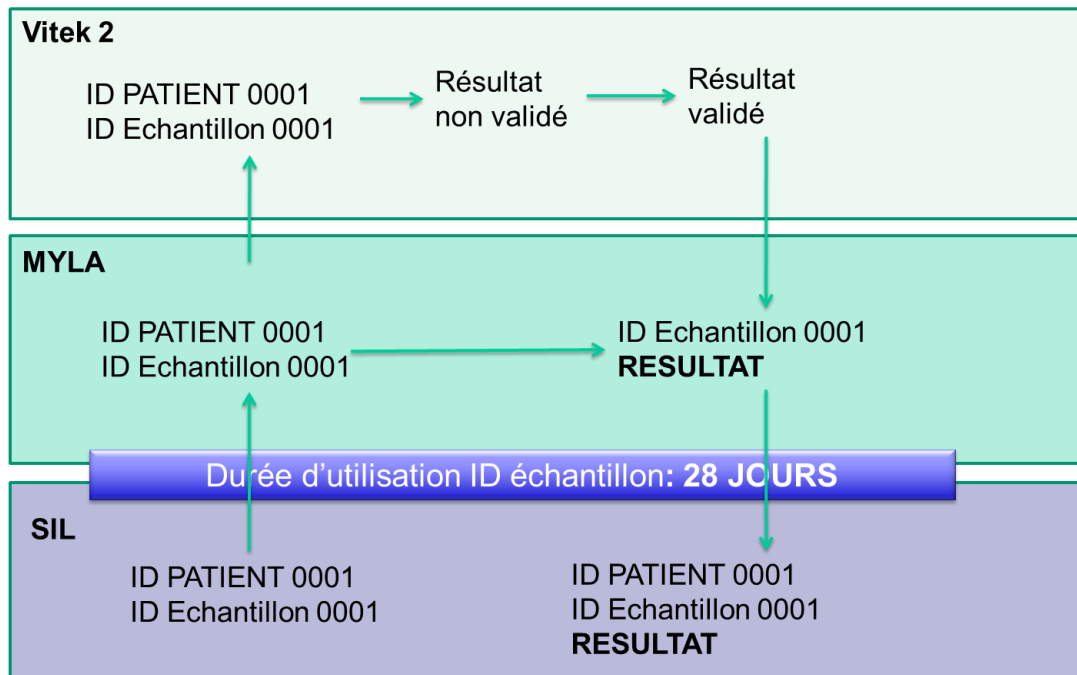

Figure 1 Flux de travail normal
Pendant cette période de temps de 28 jours, quand un échantillon pour un ID patient est "actif", tout résultat associé à un ID échantillon reçu par MYLA® est comparé pour le lier à la demande SIL reçue (voir figure 1 ci-dessous Flux normal de travail).
- Si il est actif et connu, MYLA® associera l'ID patient ou échantillon au dossier correspondant (voir figure 1 Flux normal de travail).